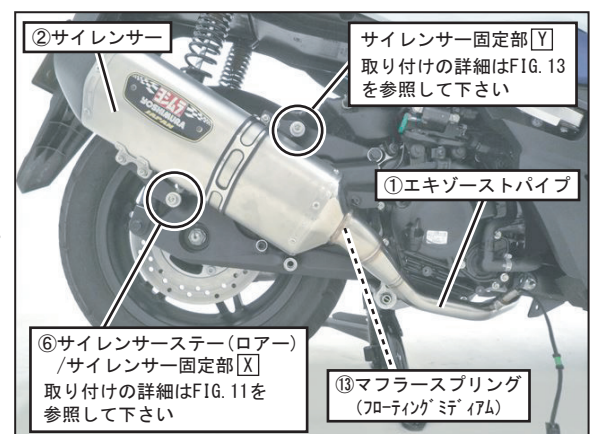
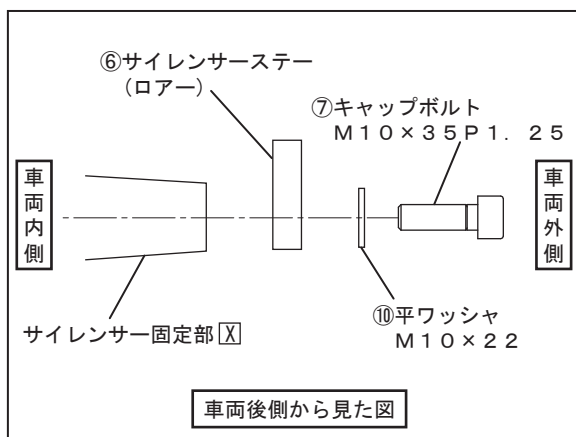

FIG. 10
FIG. 11
8. ②サイレンサーを①エキゾーストパイプに取り付け、⑥サイレンサーステー(ロアー)を⑦キャップボルトM10×35P1.25、⑩平ワッシャM10×22を使用してサイレンサー固定部[X]に仮締めして下さい。
次に、⑬マフラスプリング(フローティングミディアム)をスプリング取付工具を使用して取り付けて下さい。(FIG. 10, 次ページFIG. 11, 12 参照)
(FIG. 10, 13参照)